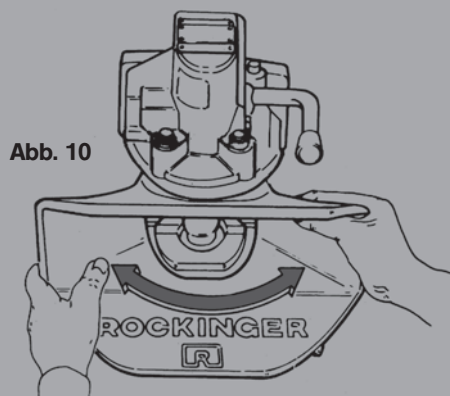

Abb. 10
- Fangmaul leicht nach rechts/links drücken (s. Abb. 10)